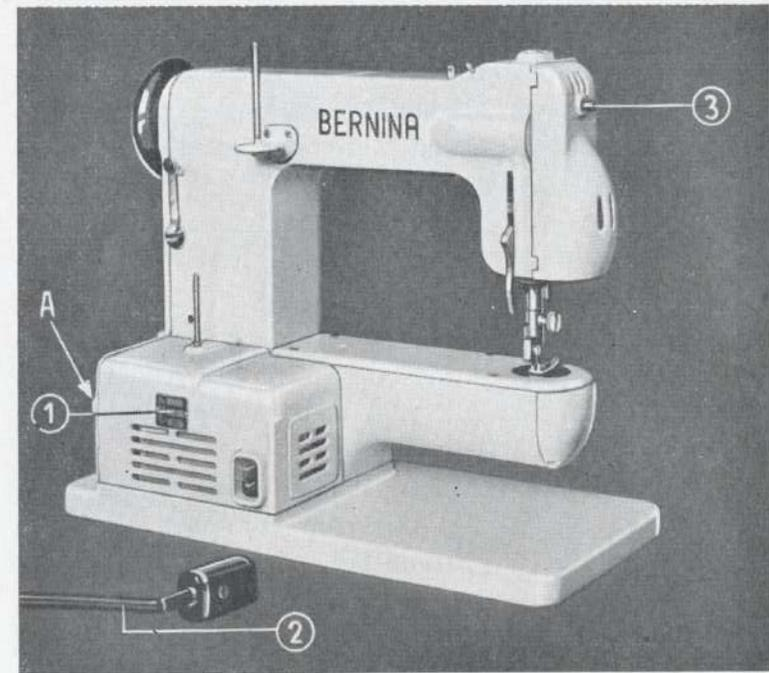

Fig. 4
6. Zum Oelen des Motors wird das Motorgehäuse entfernt. Zu diesem Zwecke löst man die beiden kleinen einander schräg gegenüber liegenden vernickelten Schrauben unterhalb der Grundplatte, sowie eine dritte, die sich seitlich des Motorgehäuses oberhalb der Spulerachse (A in Fig. 4) befindet und gibt zirka 4—5 Tropfen helles, geruchloses Nähmaschinen-Oel in die beiden Lager an den *rot* bezeichneten Stellen.